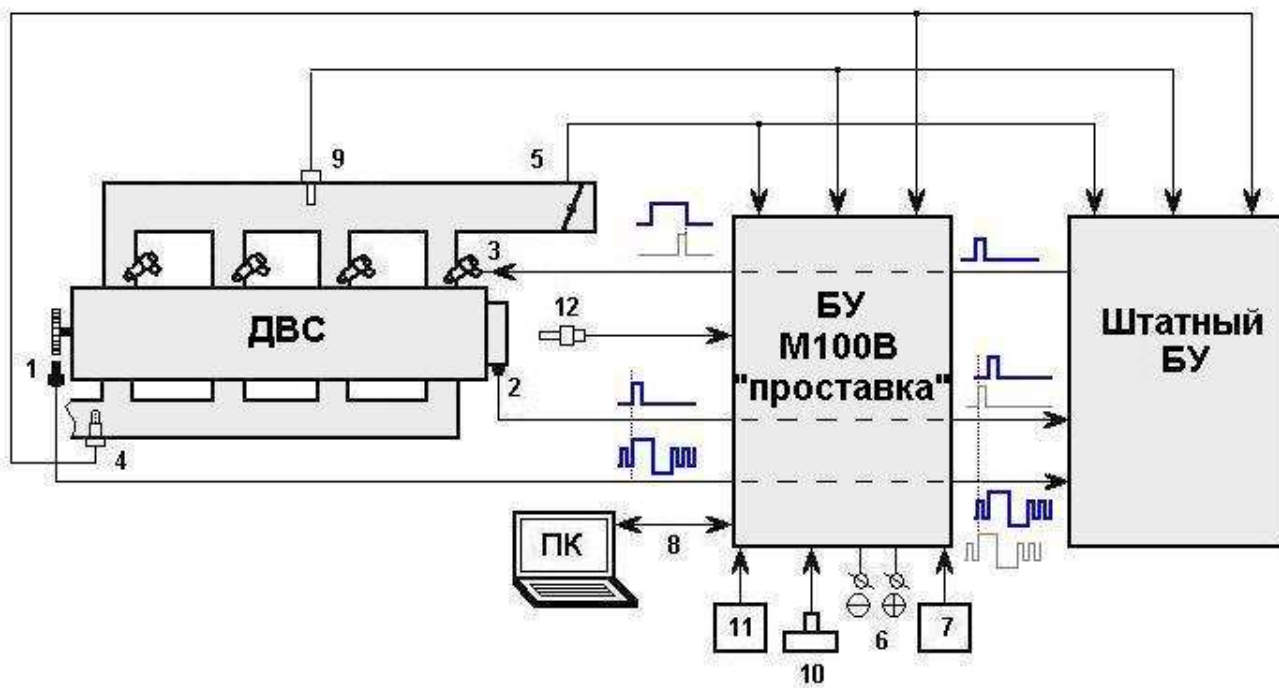

Рис. 1
Основные сигналы, используемые блоком управления М100В (далее – «проставкой») (рис.1): ДПКВ (1), ДФ (2) (до 4-х каналов), управления ЭМФ (3). Перечисленные сигналы корректируются и поступают на соответствующие входы штатного БУ и непосредственно на ЭМФ.